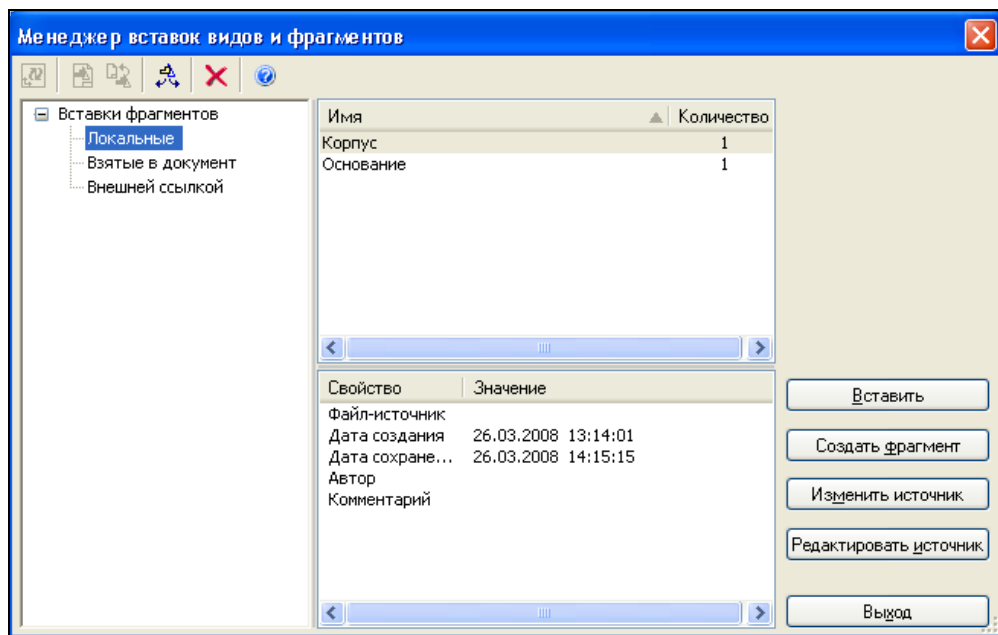

Рис. 2.33. Диалоговое окно **Менеджер вставок видов и фрагментов**
- ◆ вызовите команду **Менеджер вставок видов и фрагментов** . В появившемся одноименном диалоговом окне (рис. 2.33) в левой части щелкните ЛК мыши по знаку "плюс" перед элементами **Вставки фрагментов** и **Вставки видов**. Раскроется список типов вставок. При выделении элементов **Локальные**, **Взятые в документ** и **Внешней ссылкой** в правой части окна появляются созданные фрагменты или виды, их свойства в списке вставок выбранного типа (имена вставок и их количество), в списке свойств выбранной вставки (название свойства и его значение);